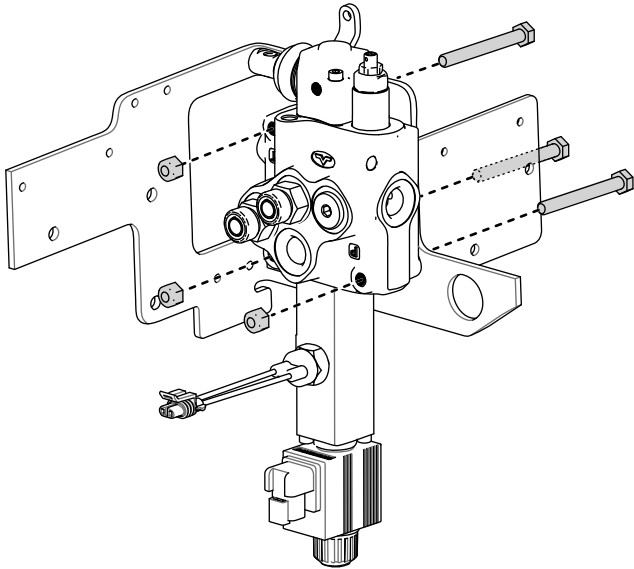

Рисунок 14
2. Прикрепите вспомогательный клапан к кронштейну с помощью 3 болтов с гайками (Рисунок 14).
Внимание: Убедитесь в том, что болты установлены так, как показано на Рисунок 14.